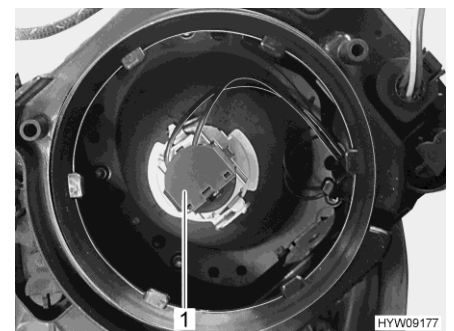

Fig. 220 Bombilla (luz de cruce / luz larga)
- Girar el portalámparas (Fig. 220,1) junto con la lámpara en sentido contrario a las agujas del reloj y sacarlo de la caja de la luz.
- Insertar el portalámparas (Fig. 220,1) junto con la bombilla en la caja de la luz y apretarlo en sentido de las agujas del reloj. El portalámparas engatillará audiblemente.